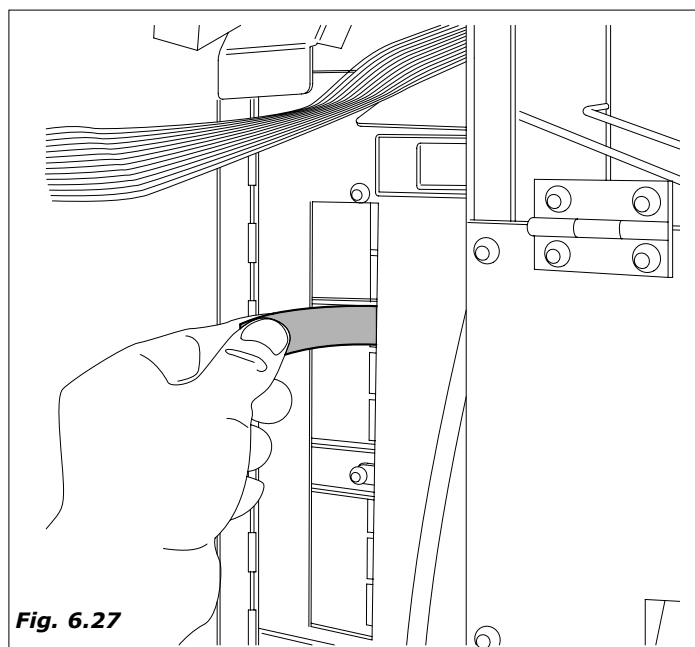

Fig. 6.27
- introducir las etiquetas en el orden y según las selecciones utilizadas en el distribuidor (Fig. 6.27)